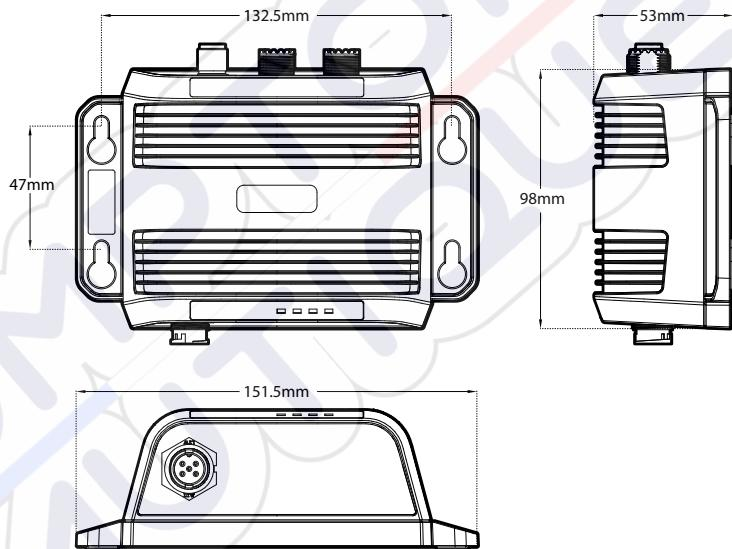

Figura 4 Dimensioni dell'unità NSPL-500
- Intorno all'unità NSPL-500 deve esserci spazio sufficiente per il passaggio dei cavi. Per dettagli sulle dimensioni dell'unità NSPL-500, vedere la Figura 4.